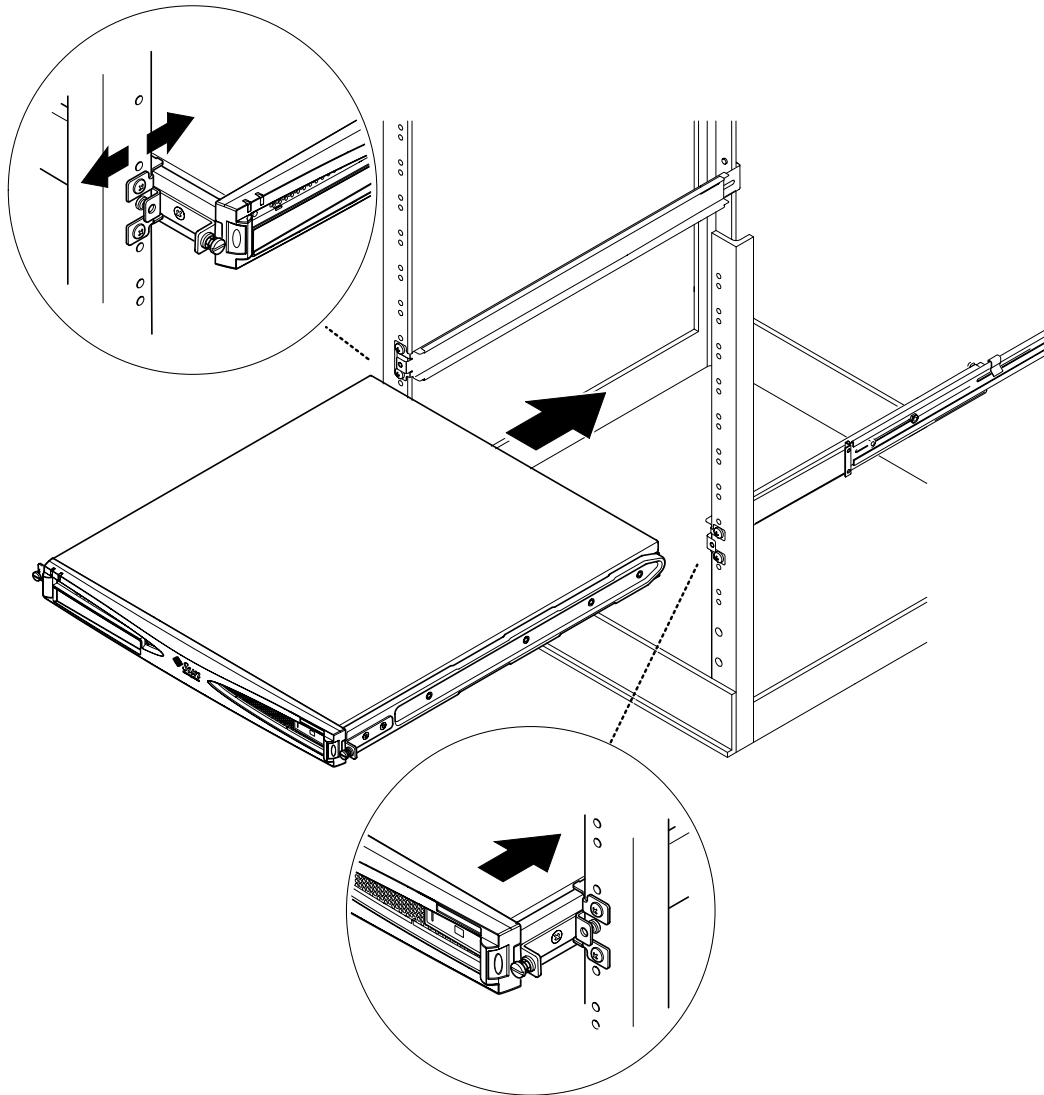

図 2-7 Sun Fire V100 サーバーの標準の 19 インチラックへの挿入
7. サーバーをラックにスライドさせて挿入します (図 2-7 を参照)。